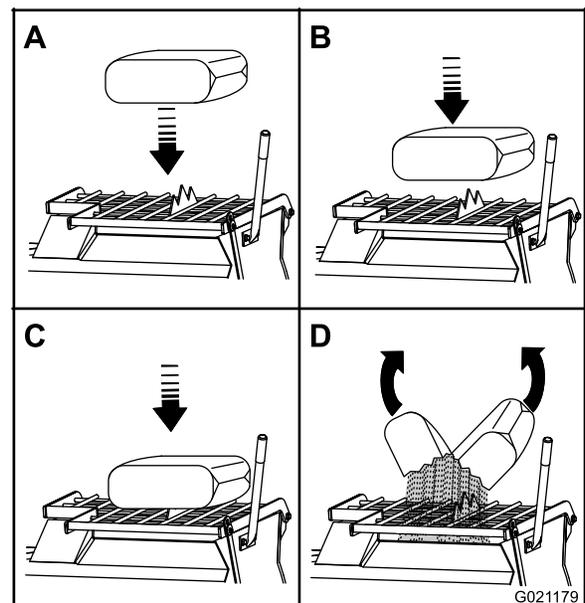

Figura 32
**Nota:** Puede abrir sacos de cemento, yeso y aglutinantes bajando el saco sobre el rompesacos (Figura 32).